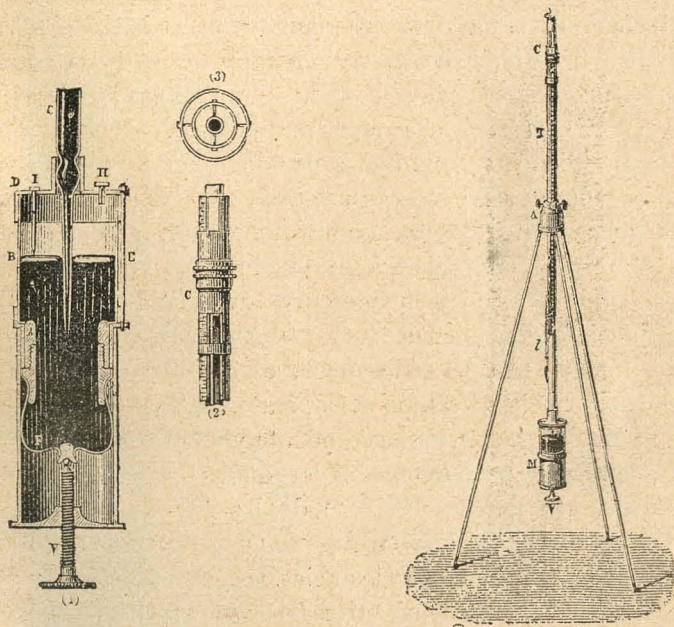

Fig. 50.—Barómetro de Fortin.
2.º *Barómetro de Fortin*.—En el barómetro de Fortin el fondo de la cubeta está formado (fig. 50) por una piel de gamusa *F* que un tornillo *V* puede alzar ó bajar. En